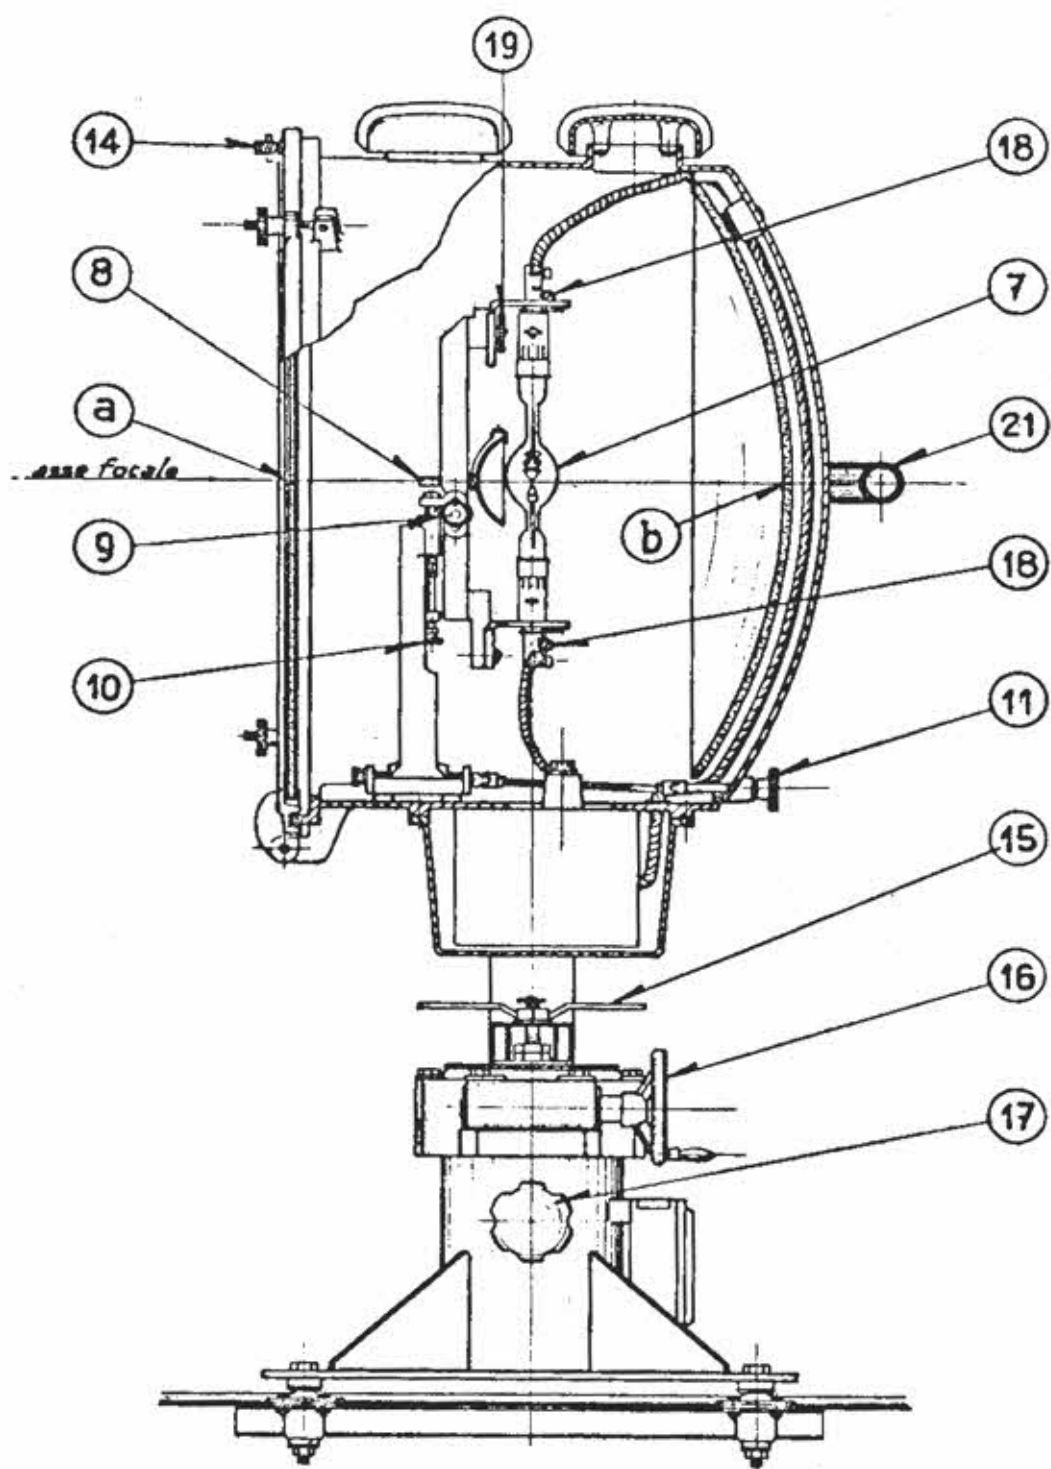

Fig. 2
- 4) Controllare che i due elettrodi della lampada (7) (Fig. 2) si trovino sull'asse focale e cioè sulla linea congiungente il circolo (a) inciso sul vetro frontale, il foro (8) del tubetto di guida dello specchio recuperatore e il piccolo circolo (b) inciso sullo specchio parabolico. Se necessario aprire la porta piana del proiettore ed agendo sulla vite (9) effettuare gli spostamenti laterali della lampada; agendo sulla vite (10) effettuare gli spostamenti verticali.
- Per i movimenti rapidi sbloccare il volantino (17) e brandeggiare il proiettore utilizzando il manubrio (21) (Fig. 2).
- 1) Allentare le due viti (18) (Fig. 2)
- 2) Allentare il pomello a vite (19) e sollevare il morsetto di bloccaggio della lampada fino a liberare il "codulo" superiore della lampada stessa.